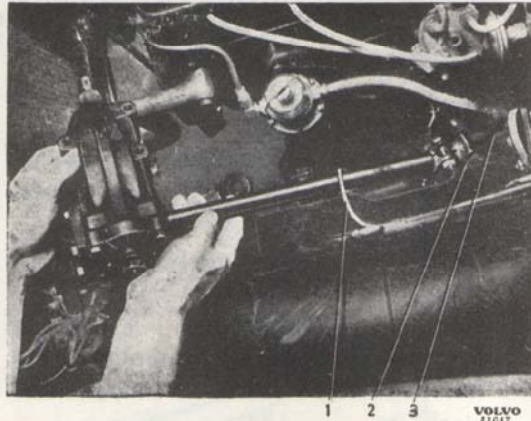

Bild 31. Demontering av styrsnäcka.
5. Lyft upp och vrid styrsnäckan enl. bild 31. Drag ur signalledningen (3) från nedre rattaxeln och styrsnäckan. Lyft fram styrsnäckan, men var försiktig, då medbringaren (2) förs förbi bromsledningen (1).